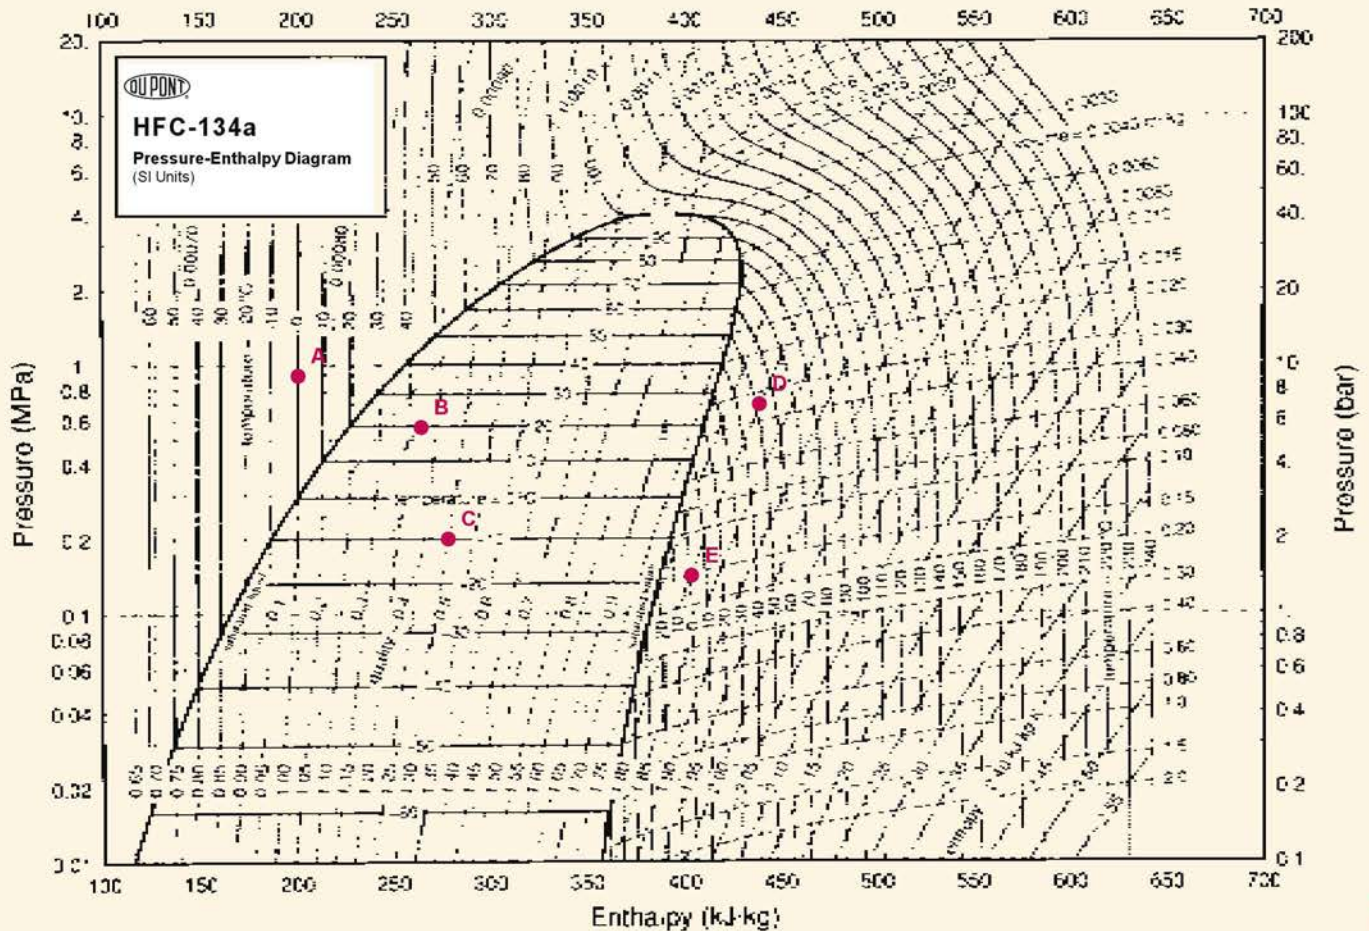

Figura 5.10. Puntos del diagrama frigorífico (cortesía de Dupont)
**5.16.** Para los puntos marcados en el diagrama de la Figura 5.10., completa la siguiente tabla: